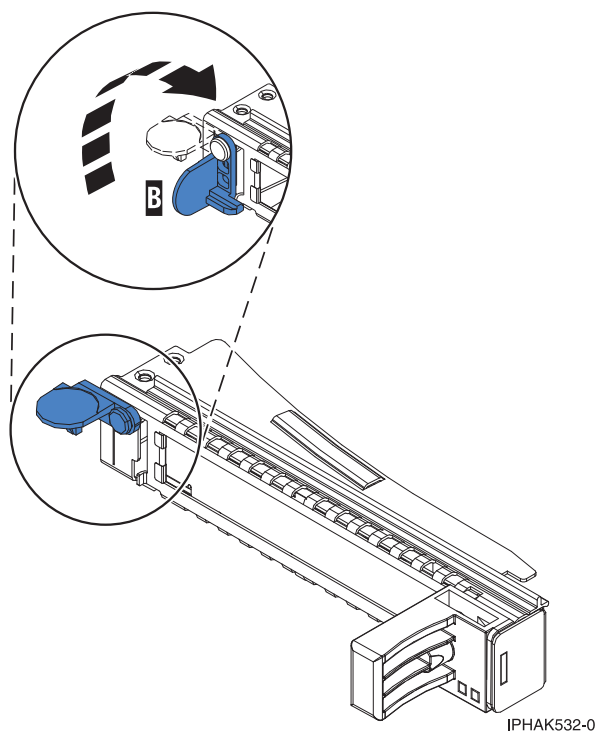

図 36. テール・ストック・クランプのオープン
- a. フィラー・テール・ストックをアンロックするために、35 ページの図 36 に示すように、カセットのテール・ストック側の端にあるラッチ (B) を回転させます。